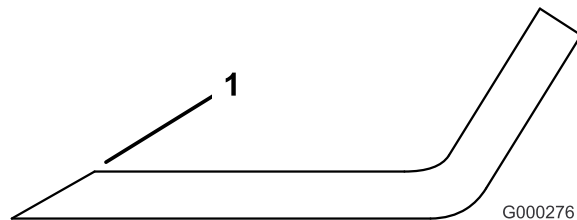

Figura 66
1. Affilate i taglienti da entrambe le estremità della lama con una lima (Figura 66). Rispettate l'angolazione originale. La lama conserva il proprio equilibrio soltanto se viene rimossa una quantità uguale di materiale da entrambi i taglienti.